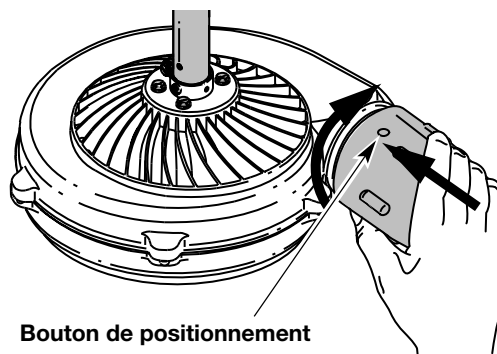

Fig. 7
2. Enfoncez l'embout dans le boîtier et tournez-le dans le sens des aiguilles d'une montre jusqu'à ce qu'il soit verrouillé. (Fig. 7)